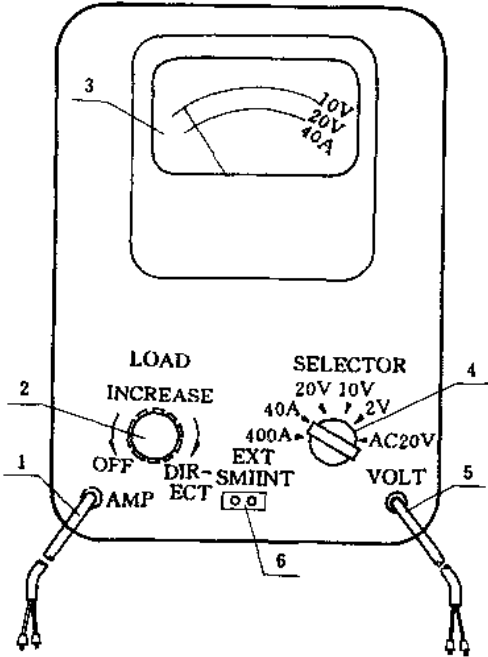

图 1—1 汽车修理用电流 - 电压表
(1) 面板上各部分的功能 万用电表虽然种类繁多,但其面板结构却大同小异。常用的 500 型模拟式万用电表外形见图 1—2 所示。它由表头、表盘、两个转换开关、调零电位器、4 个表笔插孔及机械调零钮组成,各部分的作用如下。